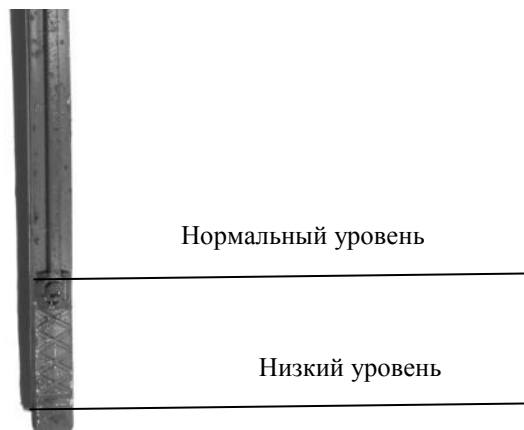

Рисунок 5 – Проверка уровня масла в корпусе редуктора
5.3.2. Контролируйте уровень масла по щупу маслозаливной горловины (рис.5).